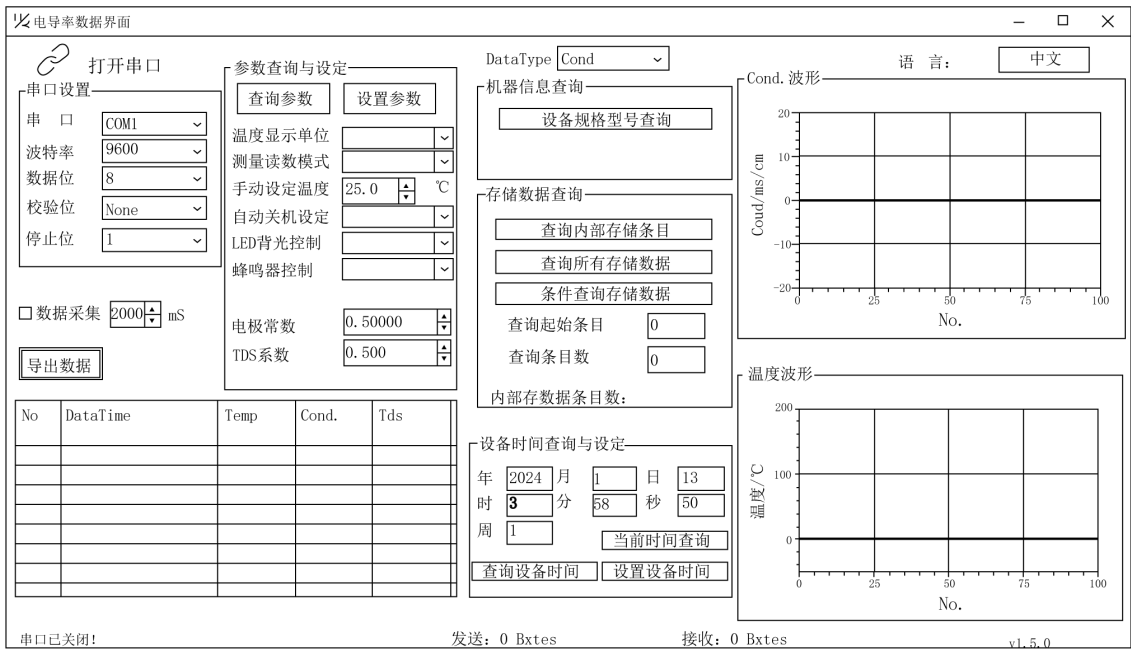

图 8 PC 端软件操作界面
- ①将 PC 端提前安装好的软件打开（软件界面如图 8）；
- ②通过下拉菜单选择好对应的串口（注：以常用电脑为例，仪器与电脑连接好后，串口栏会出现一个 COM1 以外的其他串口，如 COM7）；
- ③选择数据类型（DataType），Cond（电导率）或 pH；
④点击软件左上角蓝色图标打开串口（注：成功打开串口后，软件界面中间不可用的灰色部分会显示出来，这时候可以开始对其进行操作）；
⑤如果有必要可以点击【查询参数】，可以查询到仪器当前设置的参数，同时也可以可以在软件界面选择参数，再点击【设置参数】对仪器内部参数进行修改；
⑥点击【查询所有存储数据】，软件界面会列出仪器所有储存的数据，同时软件右侧将根据查询数据自动生成图表（注：如果有需要可以点击【查询内部存储条目】，可以查询到仪器已存储的数量；也可以输入查询起始条目和查询条目数，点击【条件查询存储数据】可以有条件的查询存储数据，比如输入查询起始条目 10，查询条目数 3，然后点击条件查询存储数据，软件界面将列出仪器存储的第 10、第 11、第 12 条存储数据）；
⑦点击【导出数据】可以将所有数据导出至 PC 端，注意选择好导出路径；
⑧如果有必要，可以点击【查询设备时间】查询仪器内置时间，如果仪器内置时间发生偏差，且 PC 端时间准确，可以点击【当前时间查询】，软件界面将显示 PC 端当前时间，点击【设置设备时间】可以更新仪器内置时间。